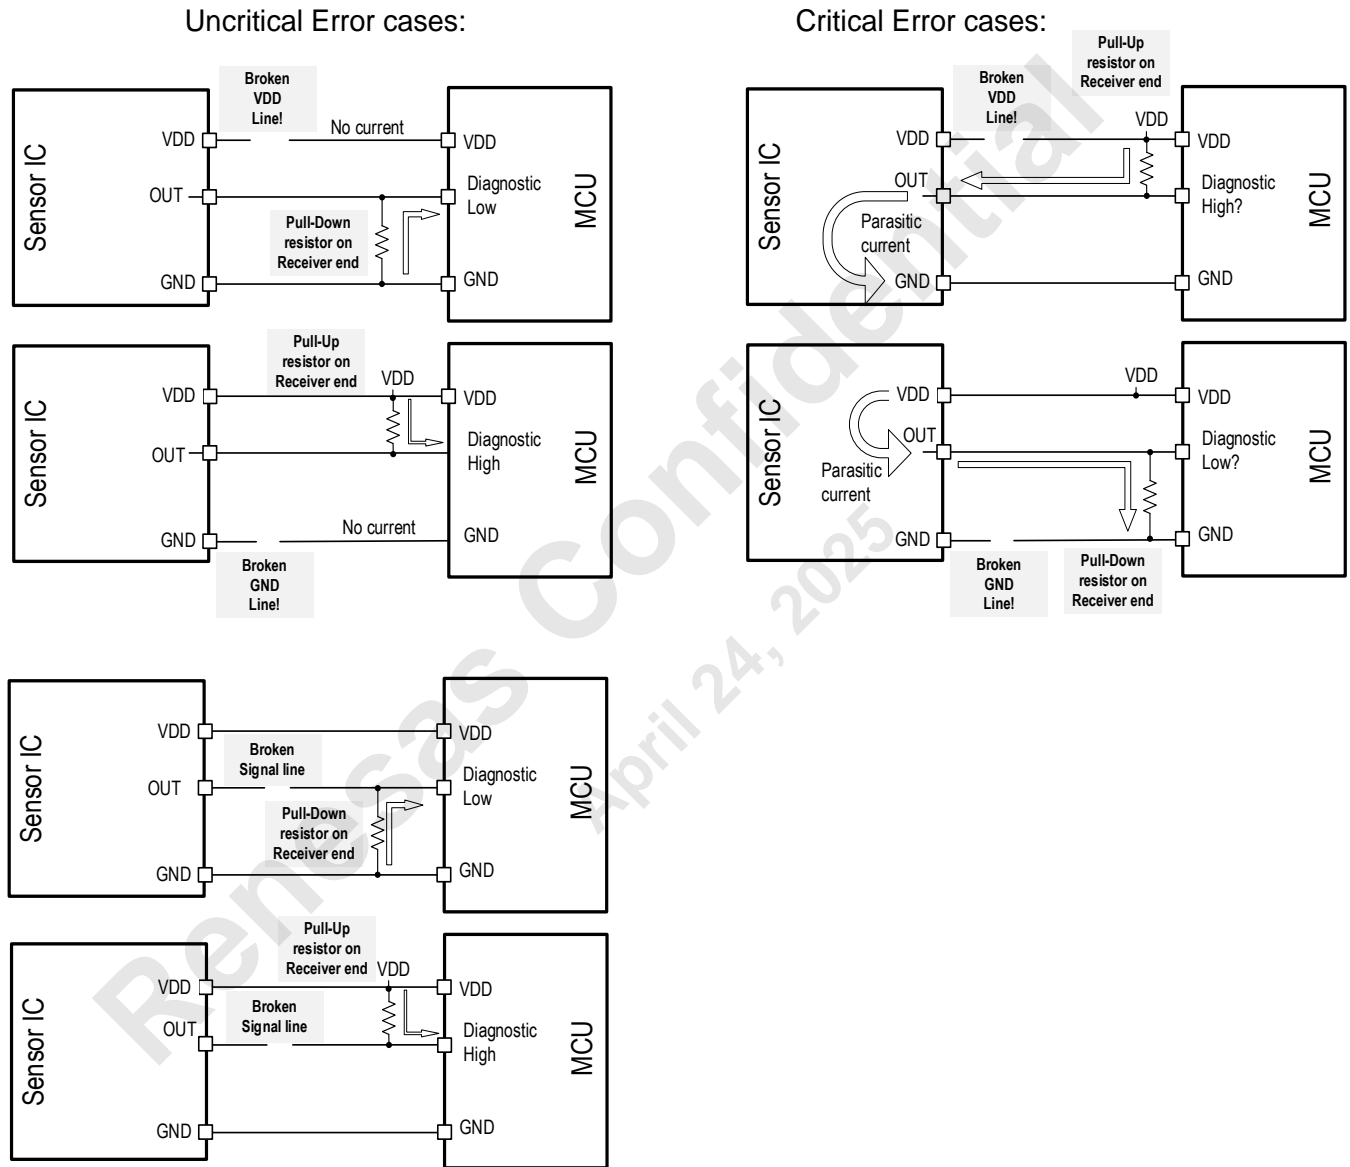

図 25 VDD または GND ラインの断線によるアナログ出力の寄生電流
電源、グランド、またはアナログ出力の断線のほとんどはアナログ出力端子の DC 電圧をモニターすることにより容易に検出可能です。図 25 左列の図を参照してください (OUT は SIN_SCL、SINN、COS_SDA または COSN です)。診断エラーまたは信号線断線の場合、影響を受けた端子の DC 電圧は外付けのプルアップ抵抗またはプルダウン抵抗により診断範囲 (diagnostic high または diagnostic low) へ引き込まれます。
- 受信側に外付けプルアップ抵抗が有る場合の VDD の断線 (図 25 右上の図参照):
- 受信側に外付けプルダウン抵抗が有る場合のグランド配線の断線 (図 25 右下の図参照):
| Broken GND line | Not critical (図 25 の Uncritical Error cases 参照) | | | kΩ |
| Broken VDD line | Not critical (図 25 の Uncritical Error cases 参照) | | | kΩ |